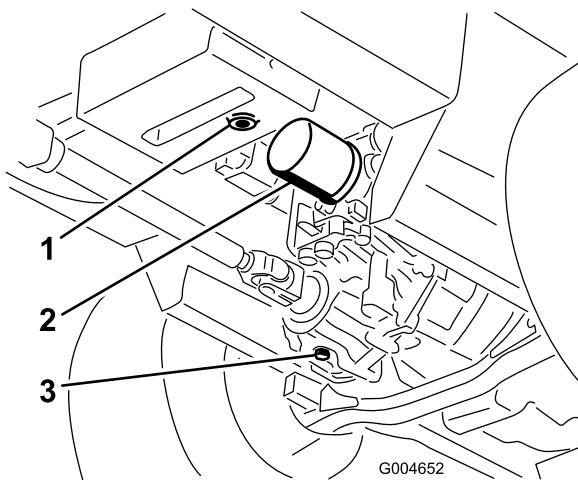

図 91
- 油圧オイルタンクとトランスミッションケースの下にオイルを受ける大型の容器を置き、それぞれのドレンプラグを外してタンク内のオイルを完全に排出、回収する(図 91)。
- 4. 油圧オイルフィルタの取り付け部周辺をきれいに拭いてフィルタを取り外す(図 91)